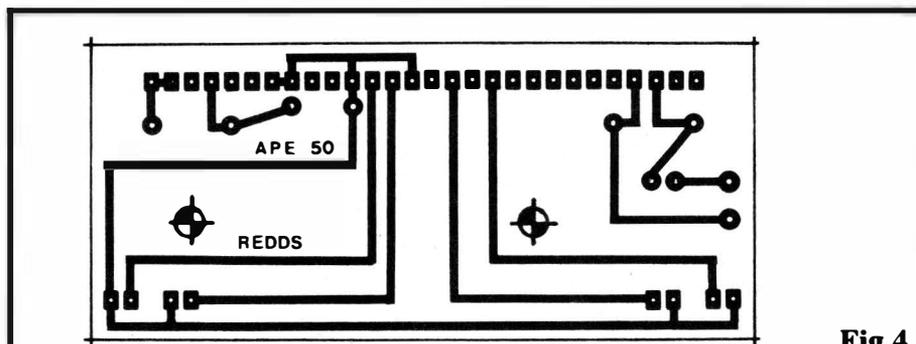

Fig.4
- FIG. 4 - "CHAPEADO" DA MONTAGEM (PLACA DE "APOIO" - A mesma placa da figura anterior, mas agora vista pela face não cobreada, com os (poucos...) componentes devidamente posicionados. Atenção aos seguintes pontos: polaridade do capacitor eletrolítico (demarcada na figura e no próprio "corpo" do componente), posição do diodo **zener** (a extremidade marcada por uma faixa ou anel de cor contrastante deve ficar "apontada" para o transformador...) e ligação/identificação dos terminais do transformador... Quanto a este último, notar que o "lado" do **primário**, correspondente à entrada da Tensão de rede (110 ou 220V) não deve ter seus fios ligados diretamente à placa (conforme veremos na próxima figura). Já no lado do **secundário**, os fios correspondentes a "0" e "9" volts **devem** ser inseridos e soldados às respectivas ilhas/furos... Lembrar que, se o dito **secundário** for para "0-9" terá seus dois únicos fios diretamente aproveitados, porém se o tal **secundário** for de 3 fios ("9-0-9"), um dos fios extremos deverá ser "desprezado", conetando-se à placa apenas o fio central e o correspondente a um dos extremos... Ob-